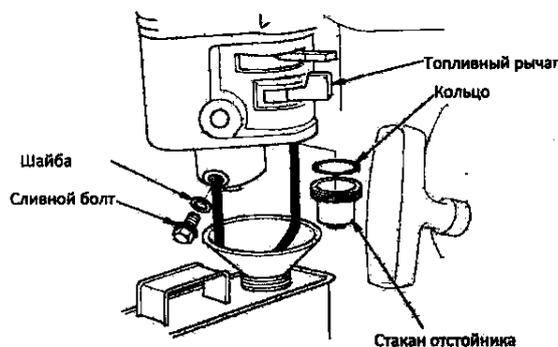

Рисунок 2.21 – Установление топливного рычага в положение **Off**
1. Установите топливный рычаг в положение Off (*закрыто*) (рис. 2.21).